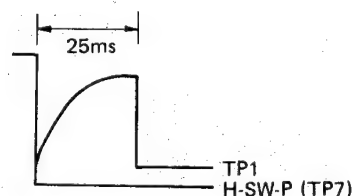

Abbildung 45
3. Auf dem Oszillographen (-) synchronisierte Steigung wählen und R7744 so einstellen, daß die in Abbildung 45 gezeigte Anforderung erfüllt wird.